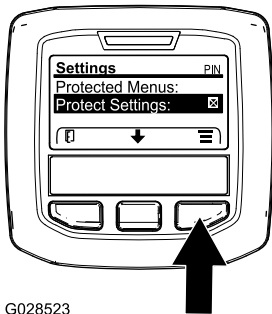

図 14
**注** Protect Settings の右側に X が表示されていない場合には、左ブーム、中央ブーム、右ブーム、デフォルトに戻る、のどれもPINによる保護ロックをされていません 図 14。
**注** Protect Settings の右側にXマークが表示されます 図 14。
2. 右ボタンを押すとジオリンクシステムが無効になる 図 14。